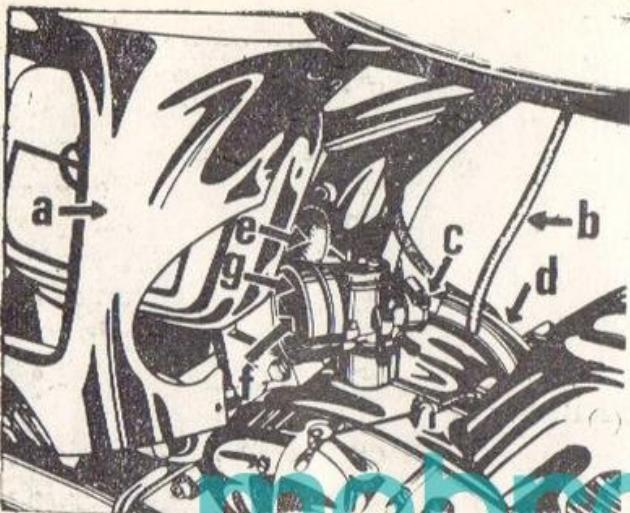

Fig. 41.
1. Îndepărtați capota motor dreapta „a” din fig. 41.